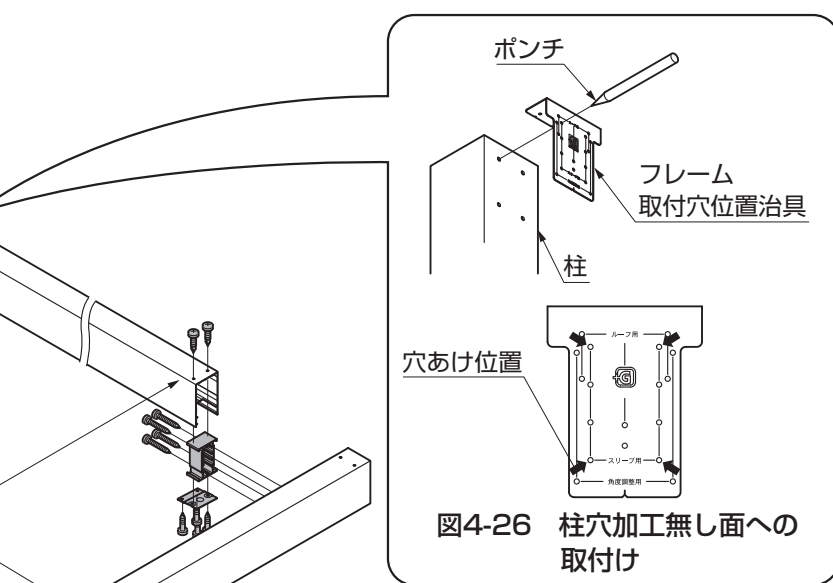

図4-26 柱穴加工無し面への取付け
- ①フレーム取付穴位置治具を柱にあて、ケガキ、ドリルでφ4.5の穴をあけてください。（図4-26参照）
- 柱補強裏板の取付け位置は図4-26を参照してください。